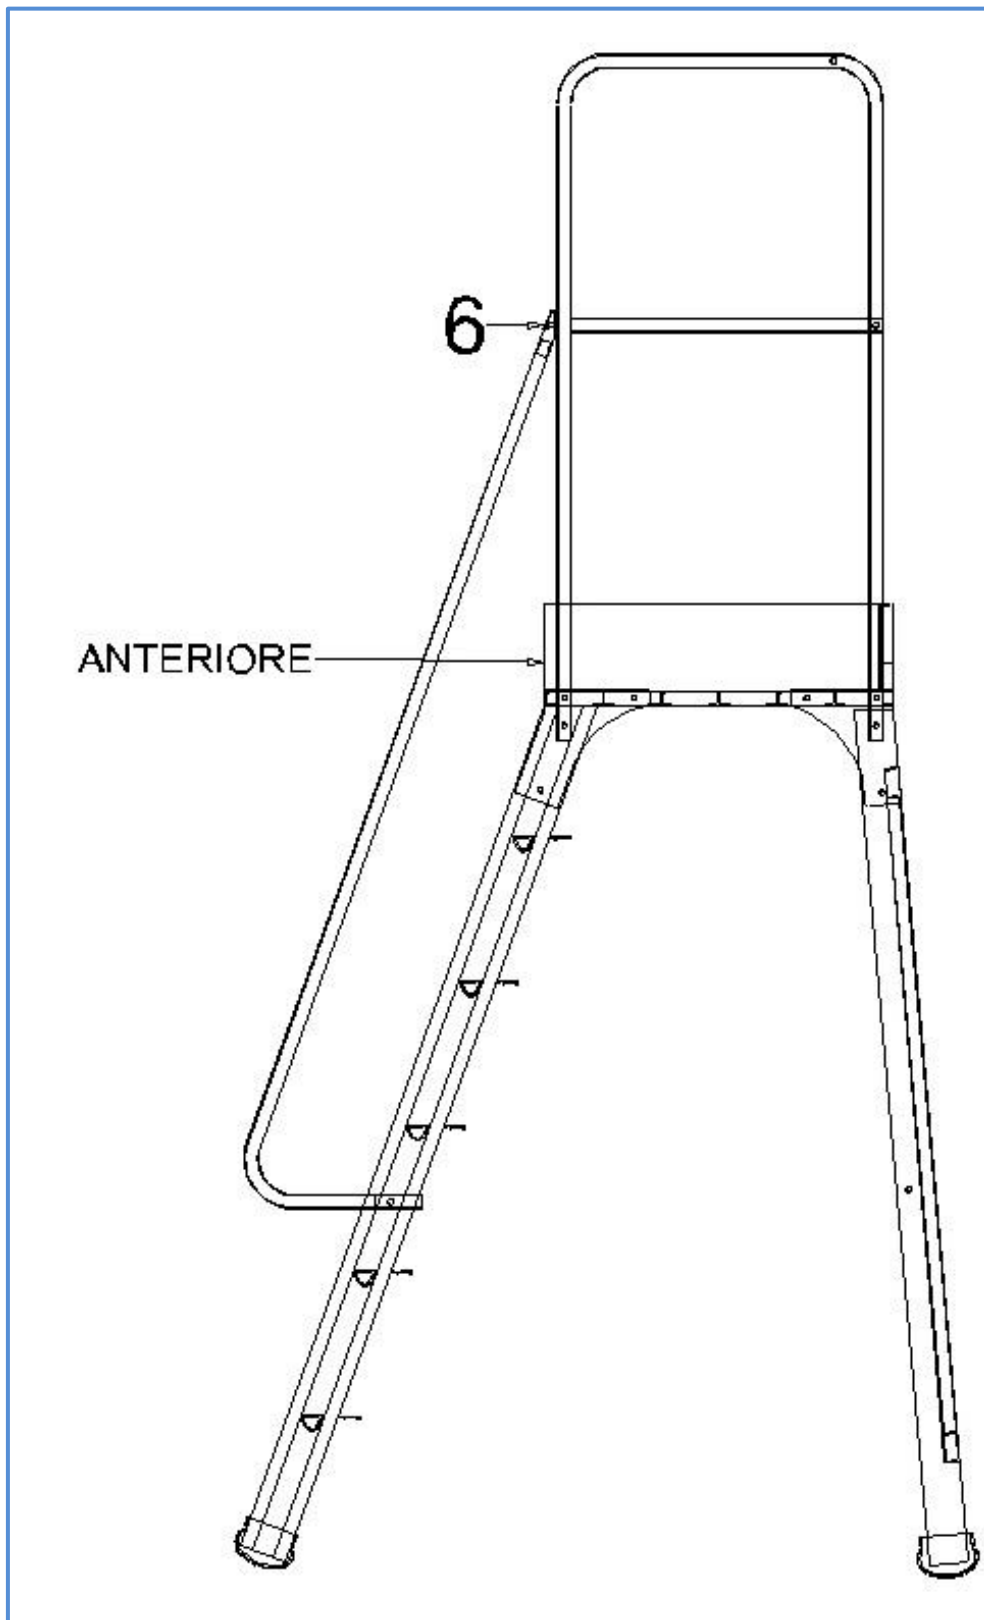

FIGURA 7
FASE 7: MONTARE IL CORRIMANO RAMPA DI SALITA COME INDICATO NELLA FIGURA 7. INSERIRE IN CORRISPONDENZA DEI FORI INDICATI CON FRECCIA (6) VITE BOMBATA M 8X35. AVVITARE SENZA STRINGERE A FONDO. RIPETERE L'OPERAZIONE DAI DUE LATI.